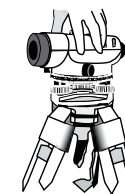

Fig.3
- (3) Placez l'instrument sur la tête de trépied B Et resserrez (Figure 3)